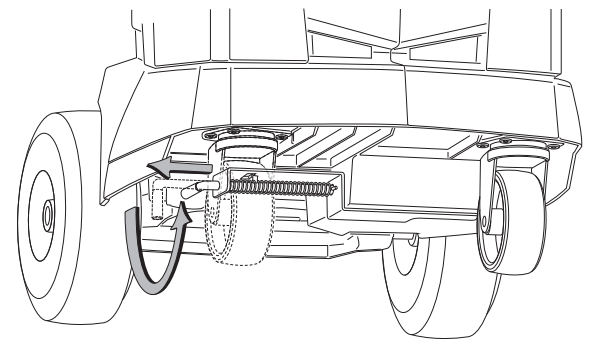

Figura 3
4. Desbloquee el mecanismo de bloqueo de la balanza en la parte inferior de la unidad tirando del pasador y girándolo 90°. Consulte la Figura 3.